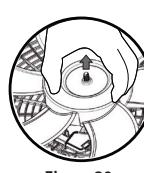

Figura 20
• Puxar a hélice do eixo do motor como mostrado na **figura 20**.